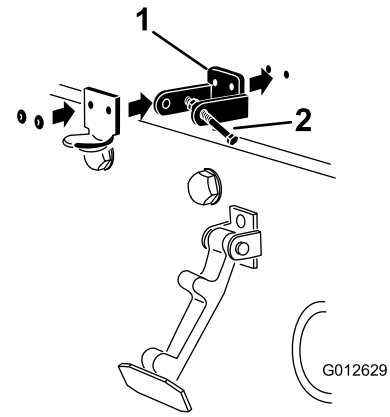

图 7
4. 对准安装孔的同时将 CE 锁定支架和机罩门锁支架放到机罩上 (图 7)。
6. 用铆钉将支架和垫圈铆定到机罩 (图 7)。